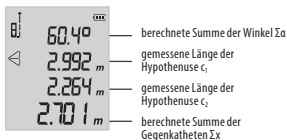

Abb. 7
- Bei einer Messung nach Abbildung 4 werden die Längen der gegenüberliegenden Katheten x_1 , x_2 und die einzelnen Winkel α berechnet. Die gemessenen und berechneten Werte der Winkelsummen $\Sigma\alpha = \alpha_1 + \alpha_2$ und der Katheten $\Sigma x = x_1 + x_2$ werden auf dem Display angezeigt, siehe Abbildung 7.